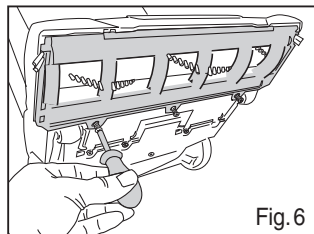

Fig. 6
- Vuelva a colocar los 3 tornillos (Fig. 6).